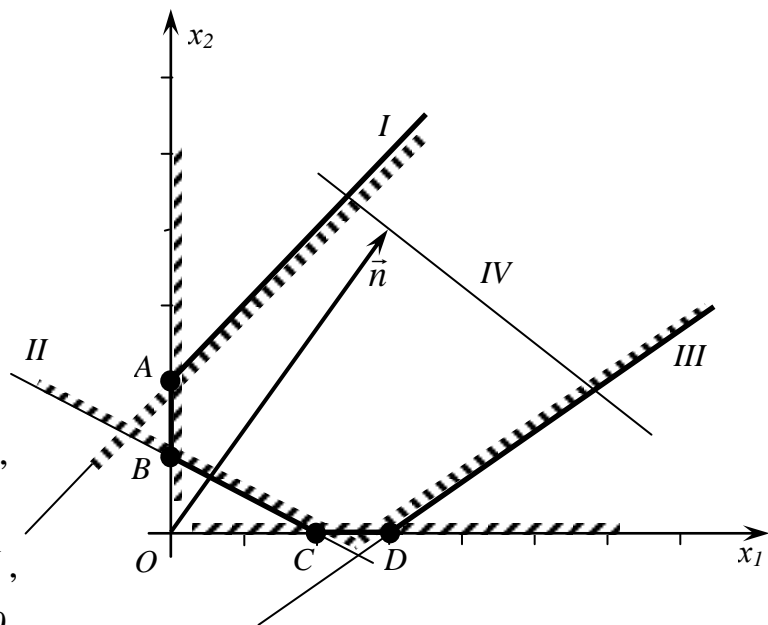

Рис. 2
*Розв'язок.* На рис. 2 зображено необмежену багатогранну область  $ABCD$  розв'язків заданої системи обмежень, де  $A(0, 2)$ ,  $B(0, 1)$ ,  $C(2, 0)$ ,  $D(3, 0)$ ; та лінію рівня  $3x_1 + 4x_2 = 25$  (пряма (IV)) з вектором  $\vec{n}(4, 3)$ , який вказує напрям руху лінії рівня для знаходження  $F_{max}$ . Очевидно, що при заданій системі обмежень функція  $F$  може необмежено зростати при збільшенні змінних  $x_1, x_2$ , тобто  $F_{max} = \infty$ .
**Приклад 7.3.** Фірма спеціалізується на виробництві офісних меблів, зокрема вона випускає два види збірних книжкових полиць — А та В. Полиці обох видів виготовляють на верстатах 1 та 2. Тривалість обробки деталей однієї полиці кожної моделі подано в табл. (1).